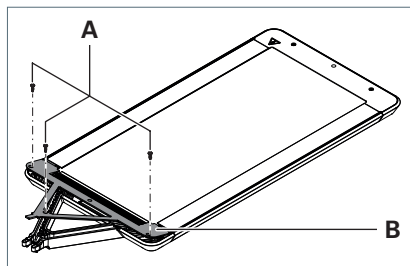

Fig. 1 : Retirer le recouvrement.
- ▶ Dévissez les vis **A** du recouvrement **B**, voir Fig. 1.